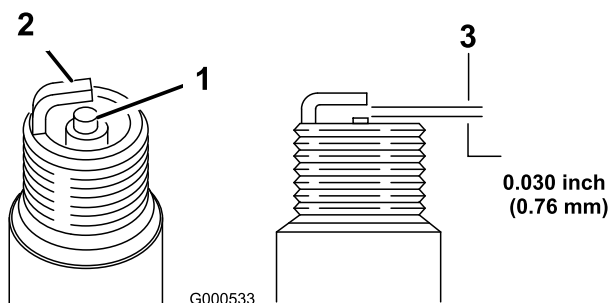

Figura 20
5. Defina a folga na vela para 0,76 mm como se mostra na Figura 20.